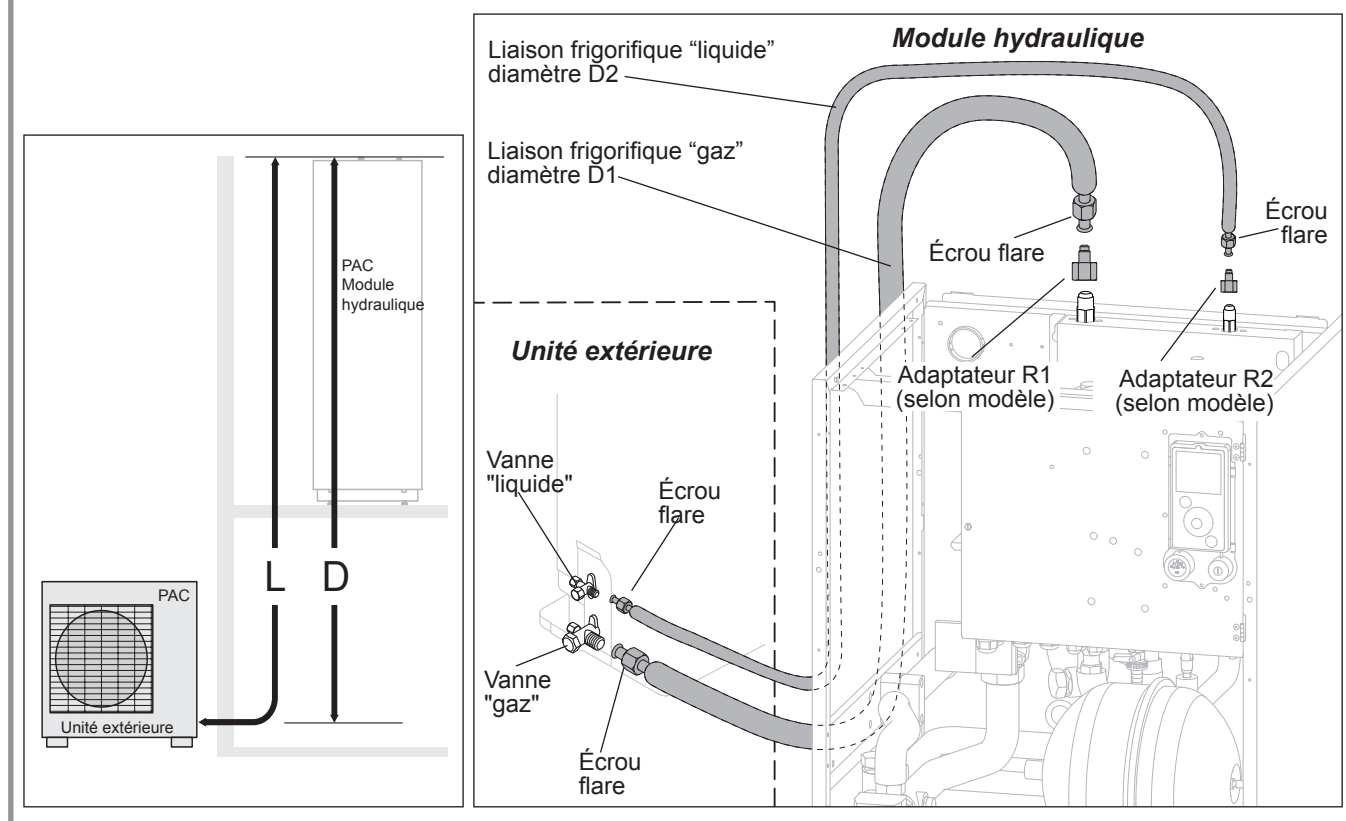

figure 18 - Raccordement des liaisons frigorifiques (diamètres et longueurs permises)
- ③ Raccorder la liaison liquide sur le module hydraulique. Souffler à l'azote l'ensemble **liaison gaz-condenseur-liaison liquide** et observer son extrémité (côté unité extérieure).
- Suivant le cas, raccorder un adaptateur (réduction) 1/4"- 3/8" ou 1/2"- 5/8" (voir figure 18).